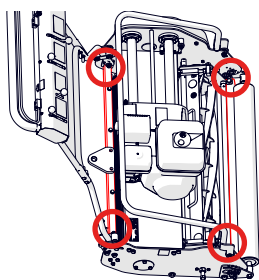

Fig.24 - Points d'ancrage pour le transport.
- Fixez la machine au sol/sur une palette à l'aide de sangles d'arrimage de résistance appropriée. Fixez les sangles autour des traverses avant et arrière (surlignées en rouge à la Fig.24).